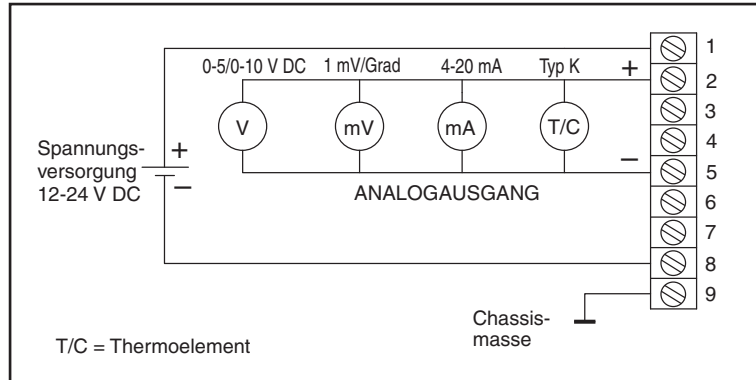
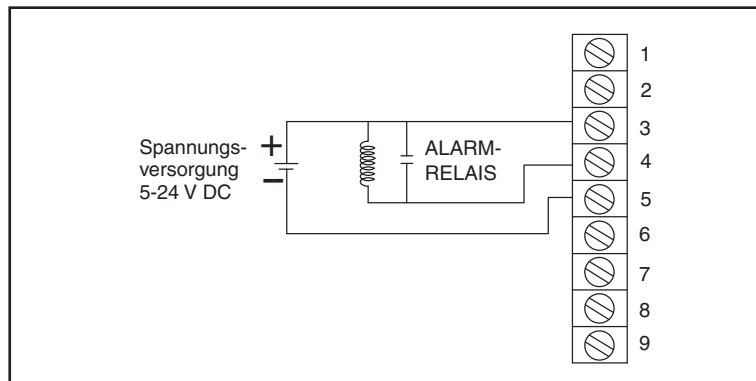

Abbildung 2-1. Versorgungs- und Ausgangsverdrahtung
Abbildung 2-2. Alarmausgangsverdrahtung
Versorgungs- und Ausgangsverdrahtung - Öffnen Sie die Abdeckung des Elektronikgehäuses, führen Sie das Kabel durch die Zugentlastung und schließen Sie die Leitungen an den Klemmenblock an wie in Abbildung 2-1 gezeigt. Die Verdrahtung des Alarmausgangs ist in Abbildung 2-2 beschrieben.
- ✓ Versorgungs- und Analogausgangs-Anschlüsse sind hergestellt (Abb. 2-1).
- Verdrahten Sie den Alarmausgang wie in Abbildung 2-2 gezeigt.